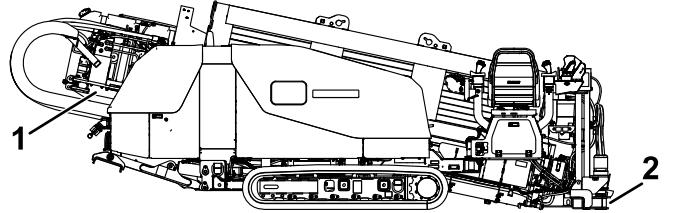

Рисунок 60
2. Переведите переключатель БУРЕНИЕ/НАСТРОЙКА в положение НАСТРОЙКА, опустите опорную раму, наклоняя раму бурильной машины до тех пор, пока плита не коснется грунта (Рисунок 60).